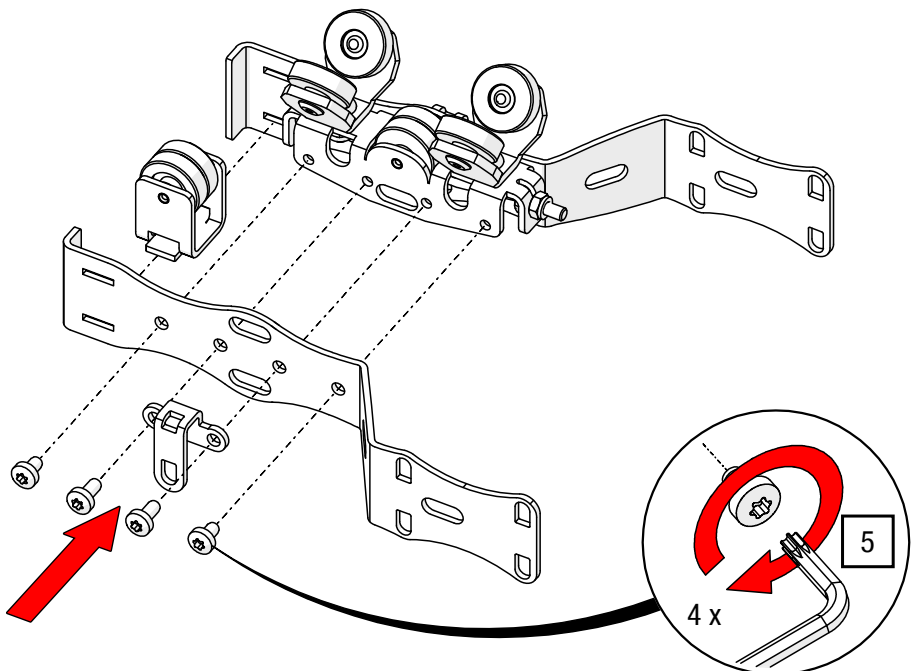

Abb. 62: Zugwagen OFFICE Überzugbügel – Überzugbügel mit Stützrad montieren
5. Stecken Sie die Stützrolle in die vorgesehene Nut, verschrauben Sie den Zugwagen mit dem Überzugbügel und dem seitlichen Ösenblech mit TORX®-Schlüssel T20, bis das Blech am Zugwagen anliegt (siehe Abb. 62).